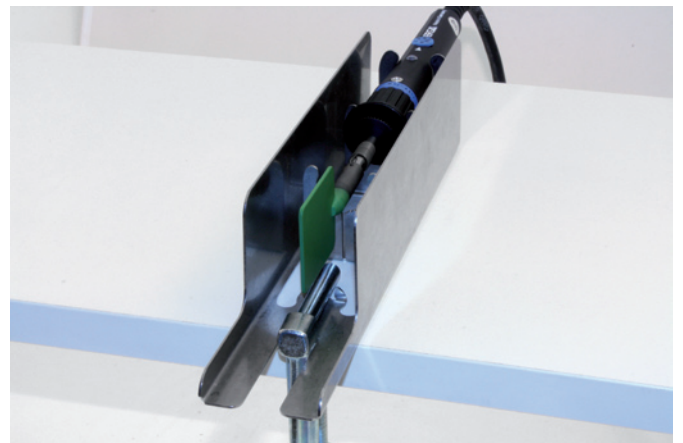

Abb. 6
- 6 Zum Abkühlen oder für kurzzeitige Pausen kann der LötKolben nach hinten gezogen werden und rastet in der Verzahnung des Griffes ein. (Abb. 6)